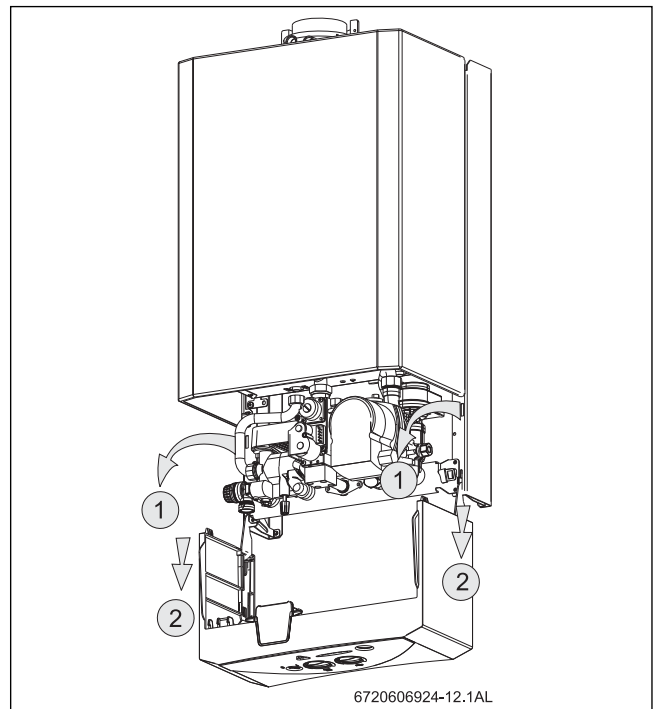

Fig. 8 Posição de serviço para acessibilidade à hidráulica e à electrónica
- ▶ Para retirar completamente o painel de comandos, estando ele posicionado como indicado na Fig. 8, levante e puxe-o na sua direcção.